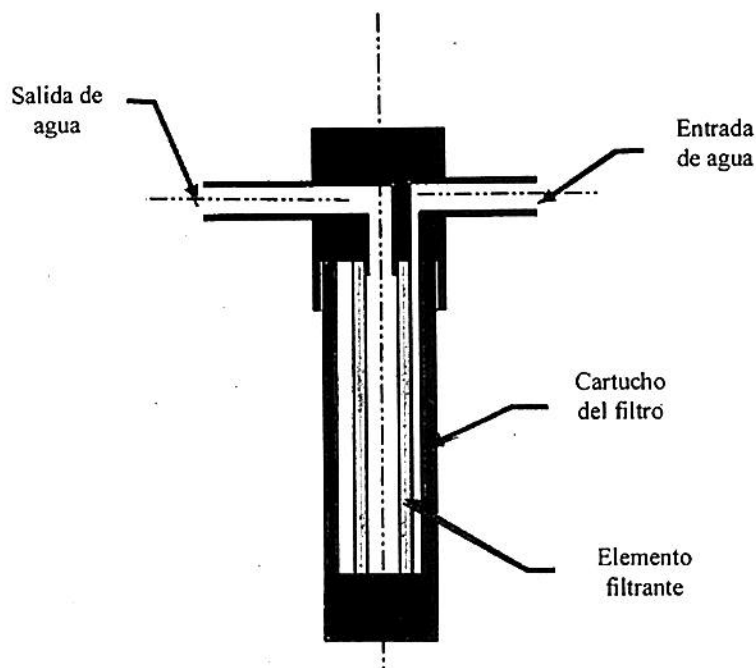

Fig. 6.2-2 Diagrama esquemático de la estructura interna del filtro
- d) La estructura interna del filtro se muestra en la fig. 6.2-2. Girar la caja del filtro en sentido de las agujas del reloj y retirar el filtro.